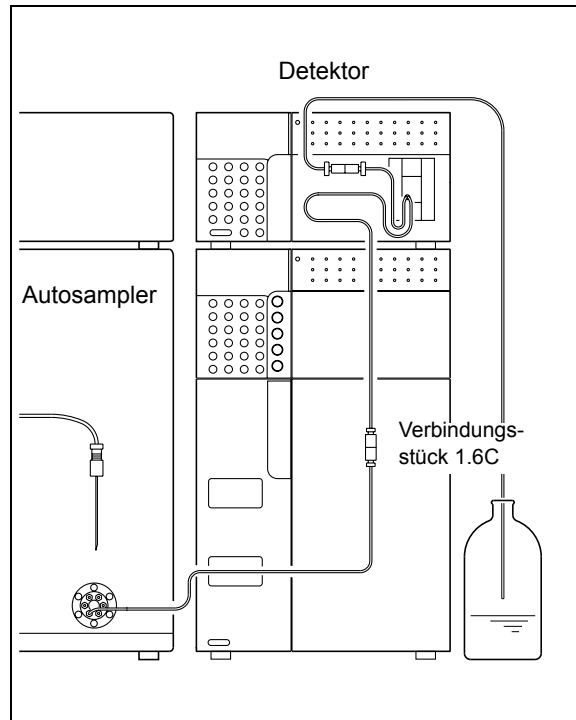

Fig. 7.8
- 3** Reinigen Sie die Flusslinien des Systems. Verwenden Sie hierzu eines der im Folgenden beschriebenen Verfahren. Achten Sie darauf, vor dem Reinigen der Flusslinien die Säule vom System zu entfernen und die Einlass- und Auslasskapillare der Säule mit einem Verbindungsstück 1.6C zu verbinden ("Fig. 7.8").